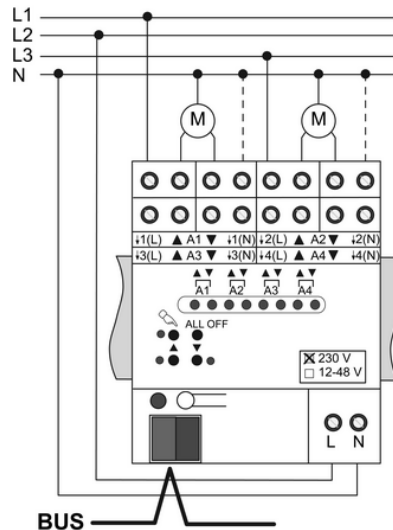

Bild 5
- Anslut bussledningen med anslutningsklämma (bild 5).
- Anslut spänningsförsörjningen (bild 5).
För de aktuella utgångarna är de tillhörande N-ledarna anslutna (bild 5).